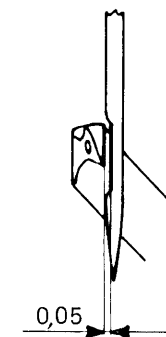
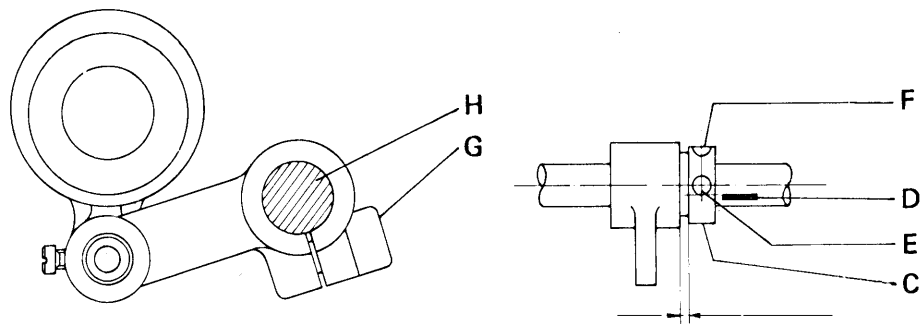

Fig. 17
Fig. 18
2. Per ottenere la quota 0,05 (fig.17) che rappresenta la distanza fra la punta del crochet e l'incavo dell'ago durante la sua corsa da destra a sinistra allentare la vite G (fig.18) e registrare facendo ruotare l'albero H.
2. To obtain distance 0.05 mm. (fig.17) which represents the distance between the point of the looper and the needle notch during its stroke from right to left, slacken screw G (fig.18) and adjust by turning shaft H.
5. Gli aghi nella loro discesa devono entrare in contatto con il dorso della lama del crochet flettendo. Per ottenere questa condizione è necessario che il prolungamento ideale della tacca di riferimento D (fig.18), incisa sull'albero principale, risulti tangente al diametro esterno della vite E.
**Attenzione** - in caso di sbloccaggio delle viti E ed F (fig.18), per ottenere le condizioni di cui sopra, la faccia esterna dell'eccentrico C deve sfiorare l'estremità della tacca di riferimento D.
5. In their downward stroke the needles must come into contact with the back of the looper blade, bending slightly. To obtain this condition an imaginary line extending from reference notch D (fig. 18) on main shaft would have to be at a tangent to the external diameter of screw E.
**Attention:** If screws E and F (fig.18) are undone, in order to obtain the above conditions the external plane of eccentric C must just graze the extremity of reference notch D.